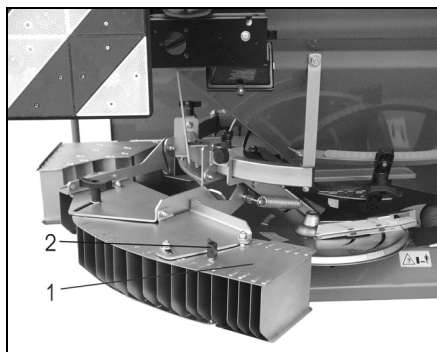
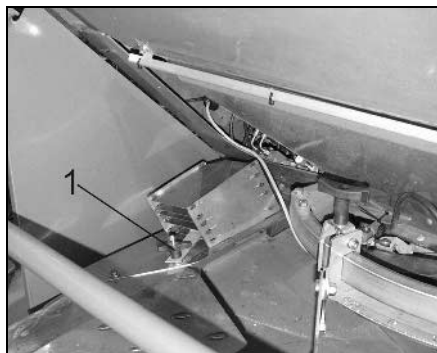

Fig. 43
Fig. 44
- Vid demontering, lossa vingmuttern (Fig. 43/2) och haka av skärmen. Dra åt vingmuttern igen, och fäst skärmen i sitt förvaringsläge, med metallklämman.
- Säkra tillsatsskärmen (Fig. 43/1 med metallklämman (Fig. 44/1) och medför den i förvaringsposition (Fig. 44) mitföhren.